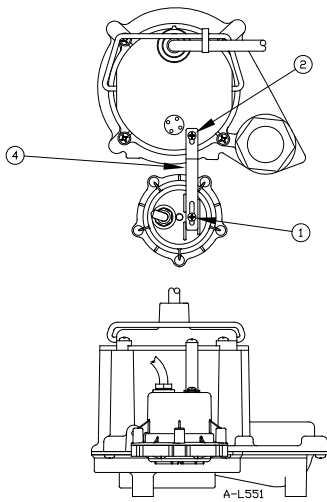
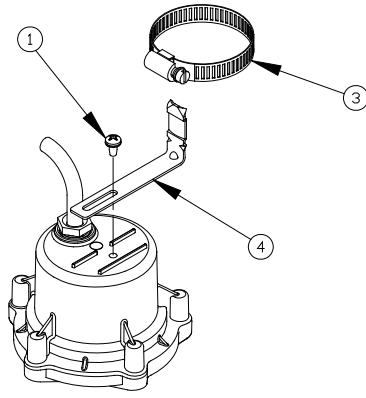

Fig. 1 - 6, 8, 8E, 9E
Fig. 6 - VDS series
Apply the new switch (making sure that the switch is oriented as before) and re-tighten the switch screw (Fig. 1 - 5). **DO NOT OVERTIGHTEN** or cross-thread screws being inserted into plastic components. If the existing mounting bracket is not available the switch may be mounted to the discharge pipe using the universal mounting bracket with the hose clamp (Fig. 6 and 7). If the current pump mounting bracket is damaged a replacement part is available.
1. **REEMPLACEMENT D'UN INTERRUPTEUR POUR POMPE LITTLE GIANT ENDOMMAGÉ** - Lors de tout remplacement d'interrupteur, se référer au tableau des pièces de remplacement pour s'assurer d'utiliser l'interrupteur qui convient. Déposer l'interrupteur endommagé en desserrant la vis située sur le dessus de l'interrupteur. Placer le nouvel interrupteur (s'assurer qu'il est correctement orienté) et visser la vis de l'interrupteur (Fig. 1 à 5). **ÉVITER DE TROP SERRER LES VIS** ou de fausser le filetage des vis vissées dans les composants en plastique. Si l'ancien support de fixation n'est plus disponible, l'interrupteur peut être fixé sur le conduit d'évacuation à l'aide d'un support universel maintenu par un collier de serrage (Fig. 6 et 7). Si l'ancien support de fixation est endommagé, il est possible d'en commander un autre.
1. **REEMPLAZO DEL INTERRUPTOR AVERIADO EN LAS BOMBAS LITTLE GIANT**: Para todas las instalaciones de reemplazo del interruptor, refiérase a la tabla de piezas de reemplazo para asegurarse de que está utilizando el interruptor apropiado. Quite el interruptor averiado de la bomba, aflojando el tornillo en la parte superior del interruptor. Ponga el nuevo interruptor (asegúrese de que el interruptor quede igual que el anterior) y vuelva a apretar el tornillo del interruptor (Fig. 1 al 5). **NO SOBREPRIETE** ni enrosque mal los tornillos que se introducen en los componentes plásticos. Si el soporte de montaje existente no está disponible, se puede montar el interruptor en el tubo de descarga, usando el soporte de montaje universal con la abrazadera de manguera (Fig. 6 y 7). Si el soporte de montaje de la bomba actual está dañado, existe una pieza de reemplazo.